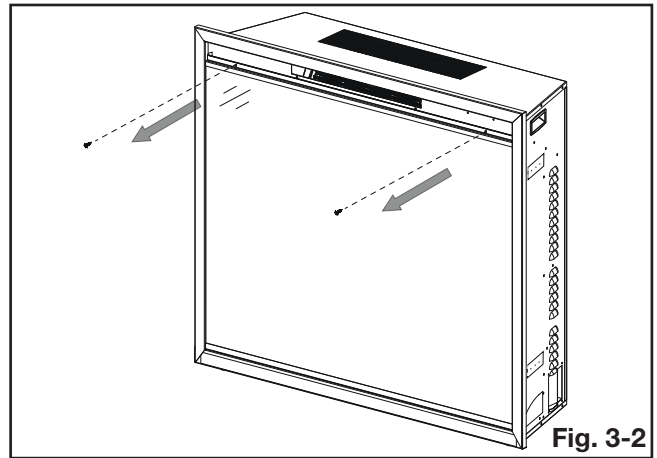

Fig. 3-2
2. Avec une main sur le verre pour le-prevenir de tomber, retirez les 2 vis servant à fixer la porte vitrée en place (**Fig. 3-2**).